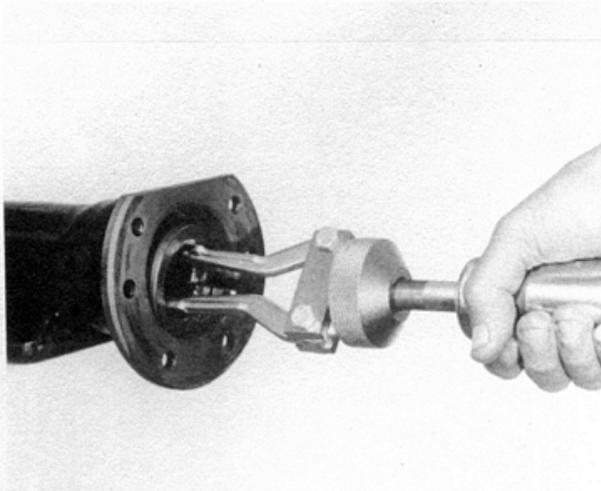

Fig 3 - Remoção da capa externa do rolamento.
- A capa do rolamento normalmente está presa à carcaça. Para removê-la utilizar o sacador mostrado (Fig. 3).
- Remover o retentor externo usando o sacador da Fig. 3. Substituir sempre o retentor por ocasião da montagem.